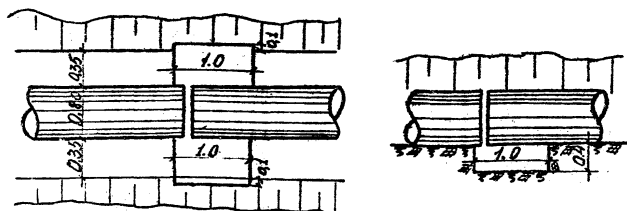

Рис.3. Прямок для заделки стыка
- Рытье приямков следует производить впереди монтажа на ИС-12 труб. Размеры приямков см. рис.3 ;